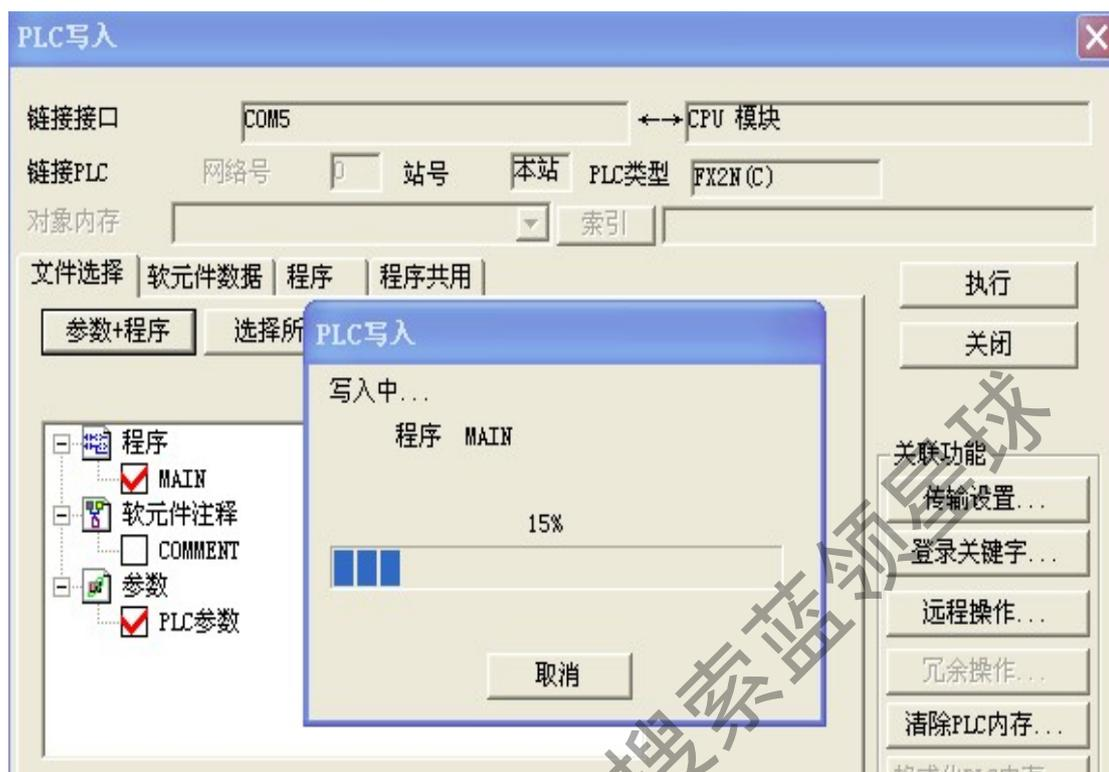

图 4-28 将计算机已编译程序写入 PLC
用分别鼠标左键点击“参数+程序”、“执行”、子窗口“是 (Y)” 进入下图 4-28。